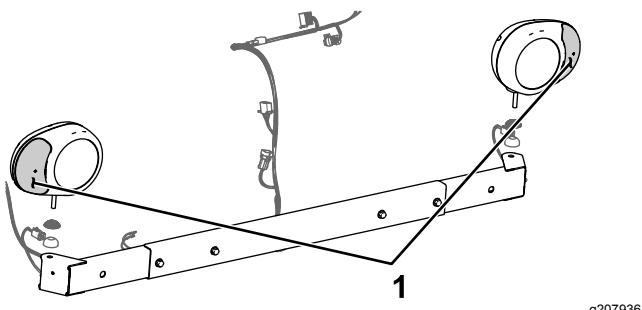

Bild 13
1. Flüchten Sie die linken und rechten Arbeitsscheinwerfer außen mit den gelben Linsen aus, wie in Bild 13 abgebildet.